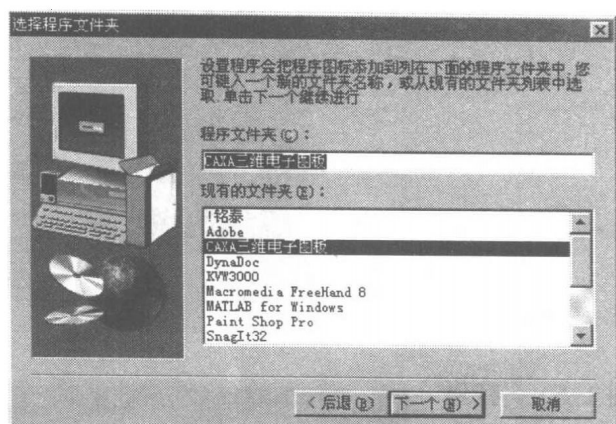

图 1-7
7) 确认画面(图 1-7)。如果您确认了上述操作请选“下一个”,如果您想修改请选“后退”。